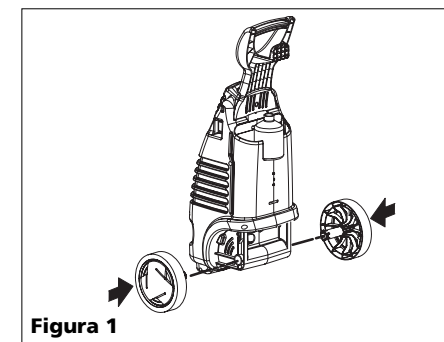

Figura 1
1. Monte las ruedas empujándolas en el orificio de montaje, como se indica en la Figura 1.